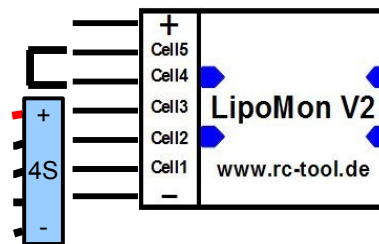

Abbildung 6: LED2-Mode Programmierung
- Stecken Sie einen Kurzschlussstecker auf die Kontakte „Cell4“ und „Cell5“ Ihres LipoMon-V2 (Abbildung 6).
- Schließen Sie an die ersten vier Kontakte („-“, „Cell1“, „Cell2“ und „Cell3“) Ihres LipoMon-V2 den Balanceranschluss eines geladenen Akkus an: Halten Sie dazu die Balancerbuchse Ihres Akkus richtig gepolt (siehe Inbetriebnahme) gegenüber den Kontakten des LipoMon-V2. Verschieben Sie den LipoMon-V2 so weit, dass nur den vier Anschlüssen „-“, „Cell1“, „Cell2“ und „Cell3“ vier Buchsen des Balanceranschlusses gegenüberliegen (Abbildung 6). Jetzt die Balancerbuchse mit den vier Anschlüssen des LipoMon-V2 verbinden.